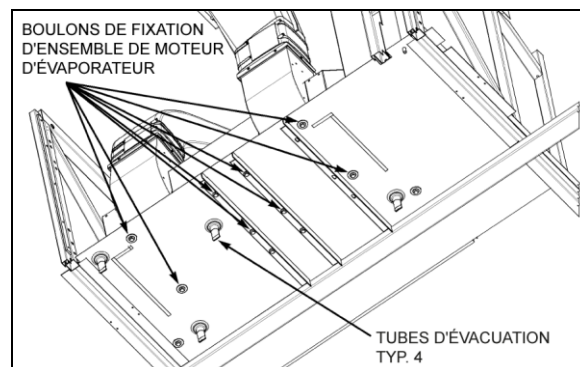

FIGURE 39 : BOULONS DU MOTEUR DE L'ÉVAPORATEUR
7. Depuis le dessous du véhicule, dévisser les huit boulons qui fixent la base du double ventilateur refoulant. Enlever la totalité du double ventilateur du compartiment de l'évaporateur (Figure 39).